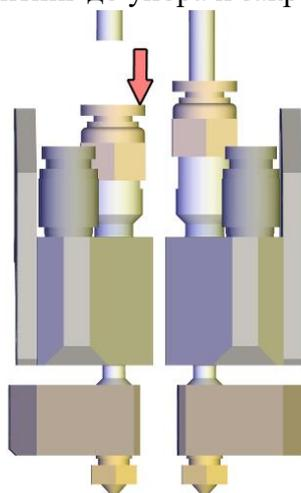

Рисунок 15 – Извлечение фторопластовой трубки
- 4) Извлеките фторопластовую трубку: зажмите фланец фиксирующего элемента фитинга и вытяните фторопластовую трубку (рисунок 15).